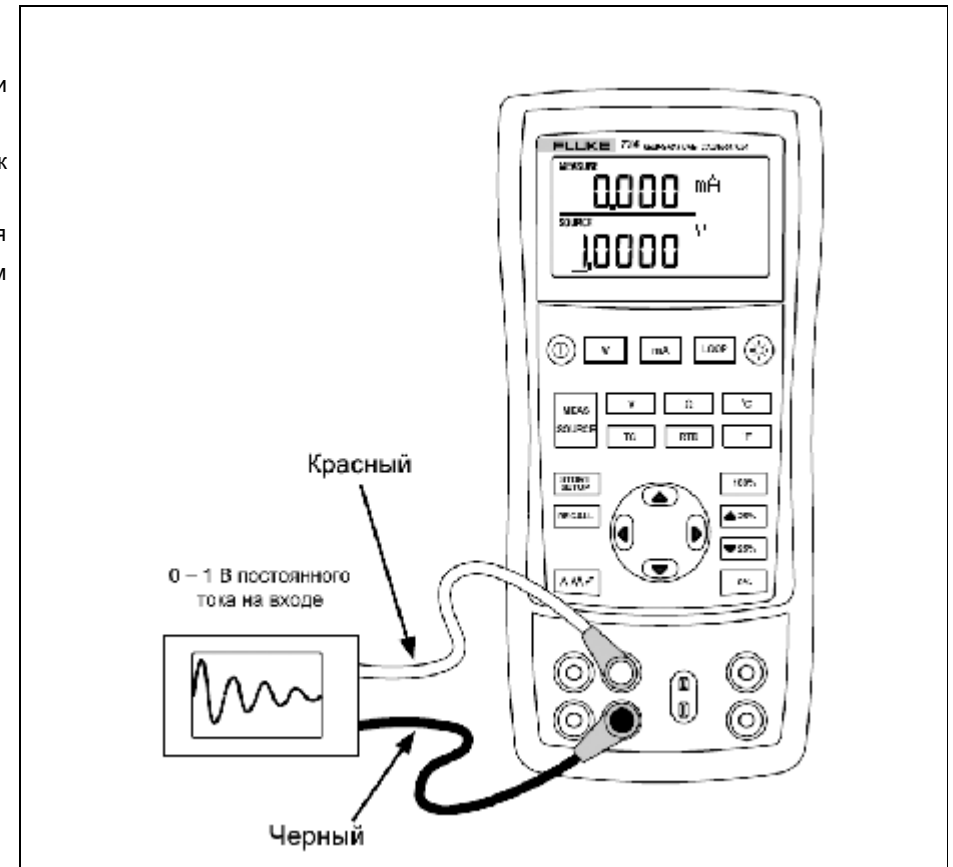

Рис. 16. Калибровка диаграммного самописца
1. Подключите измерительные провода к испытываемому прибору, как показано на рис. 16.